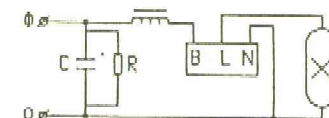

Рис.3
5.6. Провода сети подключить к клеммной колодке на панели, предварительно закрепив их планкой для зажима проводов, согласно схеме включения рис.3, а провод заземления к защитному зажиму на панели.